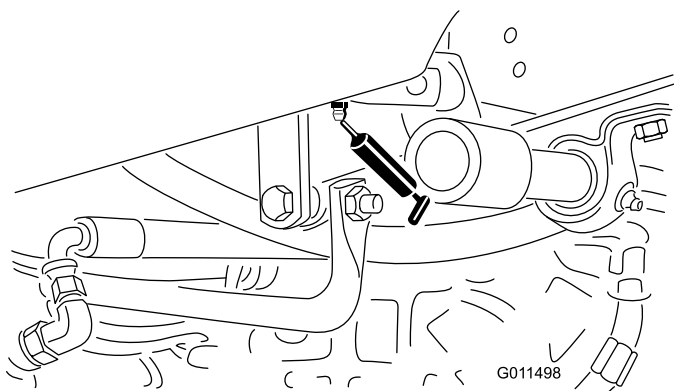

Bild 38
- Fahrpedal-Drehbüchse (1) (Bild 38)